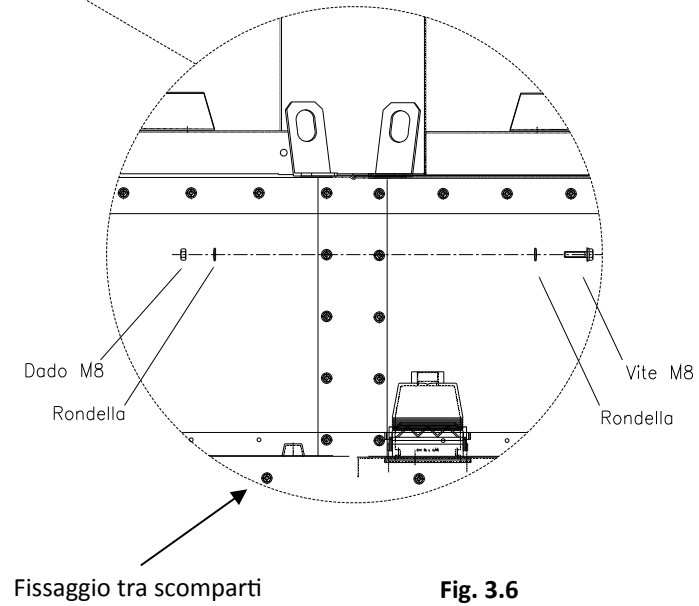

Fig. 3.6
4. A posa ultimata, dopo aver verificato che la disposizione ottenuta sia quella indicata nel disegno d'assieme del quadro, procedere al bloccaggio delle unità al pavimento e fra di loro (fig. 3.6), accertandosi che durante le operazioni non avvengano deformazioni delle strutture.